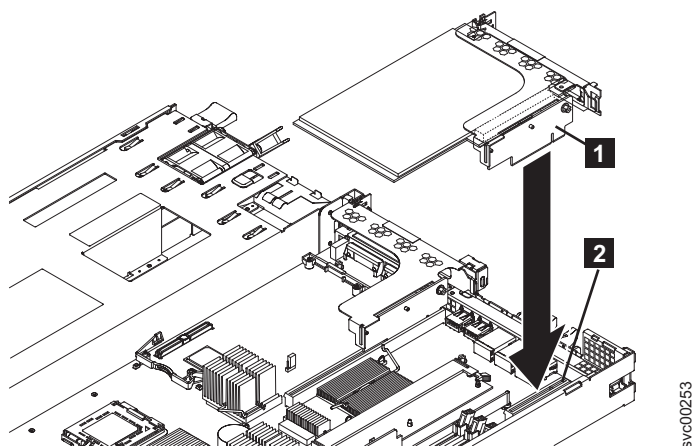

Figura 212. Substituindo o conjunto da placa riser do Fibre Channel
5. Alinhe o conector do conjunto da placa riser de Ethernet de Fibre Channel com o conector do slot PCI 2 na placa-mãe, conforme mostrado na Figura 212 na página 267.